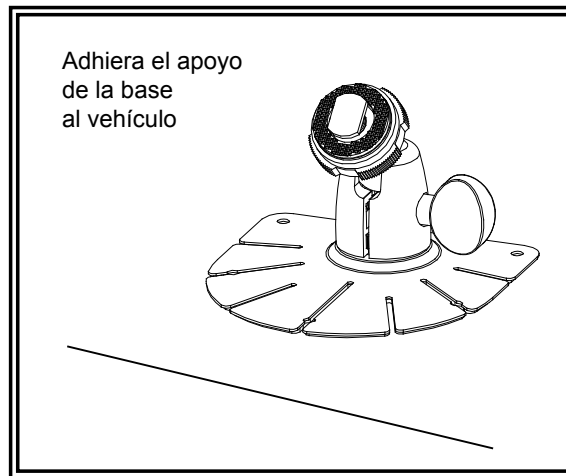

Figura 6
1. Seleccione una posición adecuada en el vehículo fije el soporte de la base. (Figura 6)